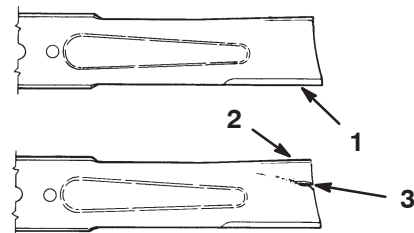

Figure 25
1. Inspectez les tranchants des lames (Fig. 25). Si elles ne sont pas tranchantes ou si elles présentent des indentations, déposez et affûtez les lames (voir Aiguisage des lames, page 24).
2. Inspectez les lames, surtout la partie incurvée (Fig. 25). Remplacez immédiatement toute lame endommagée, usée ou qui présente une entaille (repère 3 de la Fig. 25).